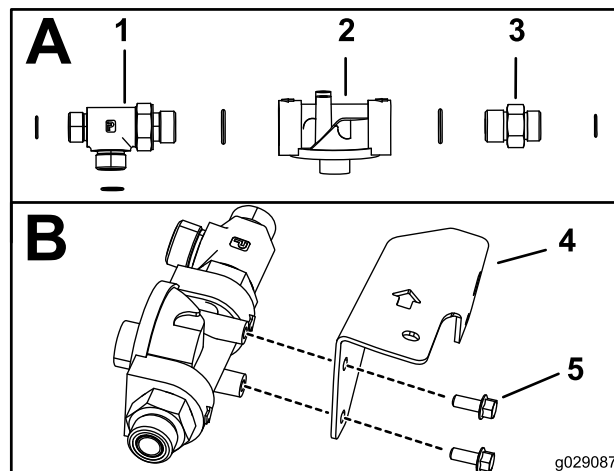

Figura 11
1. Instale a união em T (5/8 x 5/8 x 3/4 macho), união adaptadora (5/8 x 3/4 pol. macho) e anéis de retenção no conjunto da cabeça do filtro como se mostra na Caixa A da Figura 11.
2. Instale a cabeça do filtro no suporte da cabeça do filtro utilizando dois parafusos ($\frac{1}{4}$ pol.) como se mostra na Caixa B da Figura 11.